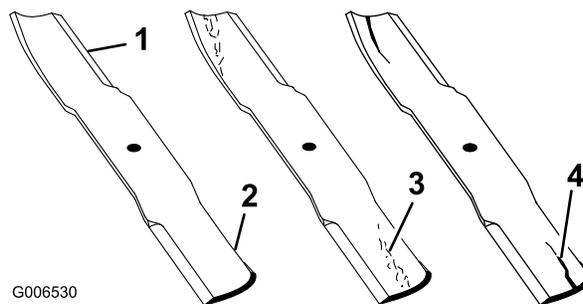

Bild 49
1. Untersuchen Sie die Schnittkanten (Bild 49).
2. Prüfen Sie die Schnittmesser, insbesondere den gebogenen Bereich (Bild 49). Sollten Sie Schäden, Verschleiß oder Rillenbildung in diesem Bereich
feststellen (Punkt 3. in Bild 49), montieren Sie sofort ein neues Schnittmesser.